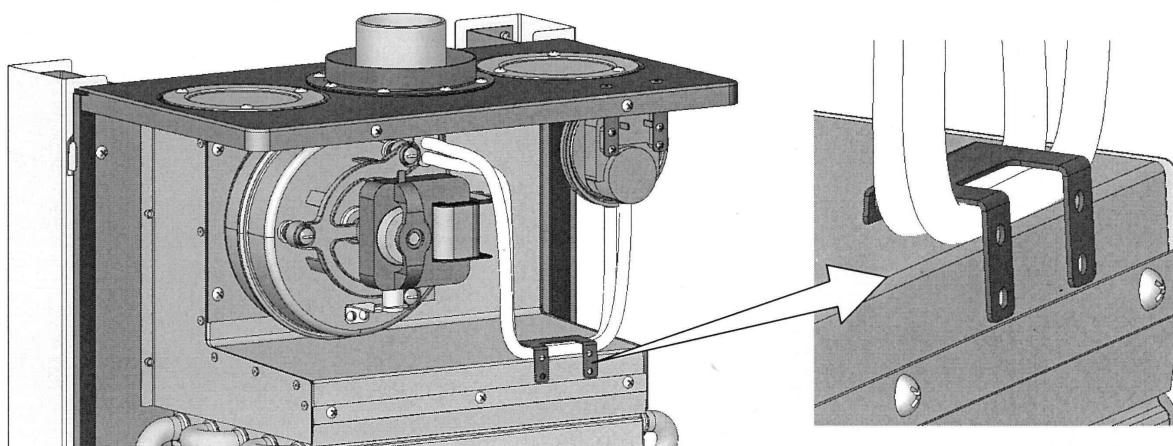

Рис. 2
5. Подсоединить новые силиконовые трубки  $L = 360$  мм. Уложить трубки под кронштейн, как показано на рис. 2.